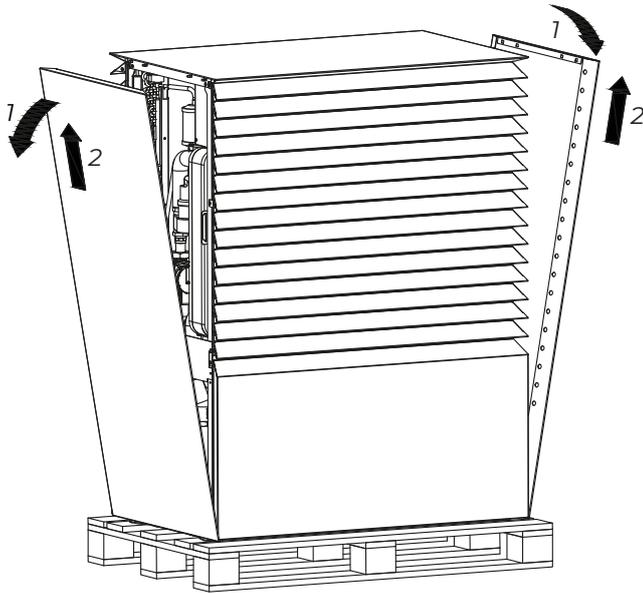

Bild 2: Entfernung der Seitenteile
Entfernen Sie die Schutzverpackung. Nehmen Sie beide Seitenteile (Bild 2) vom Gerät ab, sodass Sie das Seitenteil zuerst zu sich ziehen (1) und dann heben (2). Die Seitenteile sollten derart abgelegt und gesichert werden, dass eventuelle Schäden während des Einbaus verhindert werden.